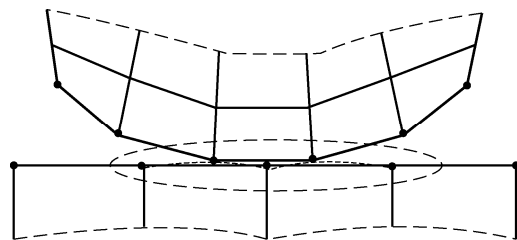

图 8-6 多点约束法接触
(4) 多点约束方程法 对于特定的绑定和不分离两个面间的接触类型, 可采用多点约束法。多点约束是通过在内添加约束方程来连接接触面间的位移的, 如图 8-6 所示。